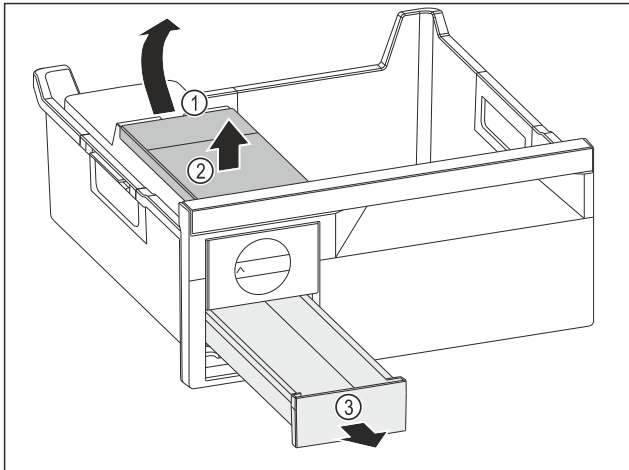

Fig. 129
- ▶ Scoaterea rezervorului de apă: Ridicați rezervorul de apă de la degajare Fig. 129 (1).
- ▶ Scoateți rezervorul de apă Fig. 129 (2) în sus.
- ▶ Scoateți sertarul pentru cuburi de gheață Fig. 129 (3) spre înainte.